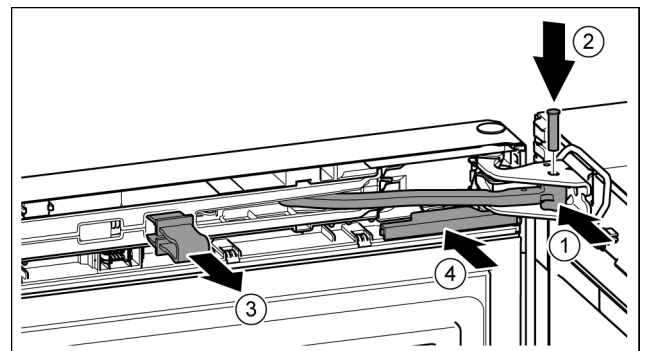

Fig. 22
- ▶ Scharnier in lagerbus draaien. Fig. 22 (1)
- ▶ Bout in de lagerbus en het scharnier aanbrengen. Opletten dat hierbij de vergrendelknok correct in de groef zit. *Fig. 22 (2)*
- ▶ Borging verwijderen. *Fig. 22 (3)*
- ▶ Afdekking erop schuiven. *Fig. 22 (4)*